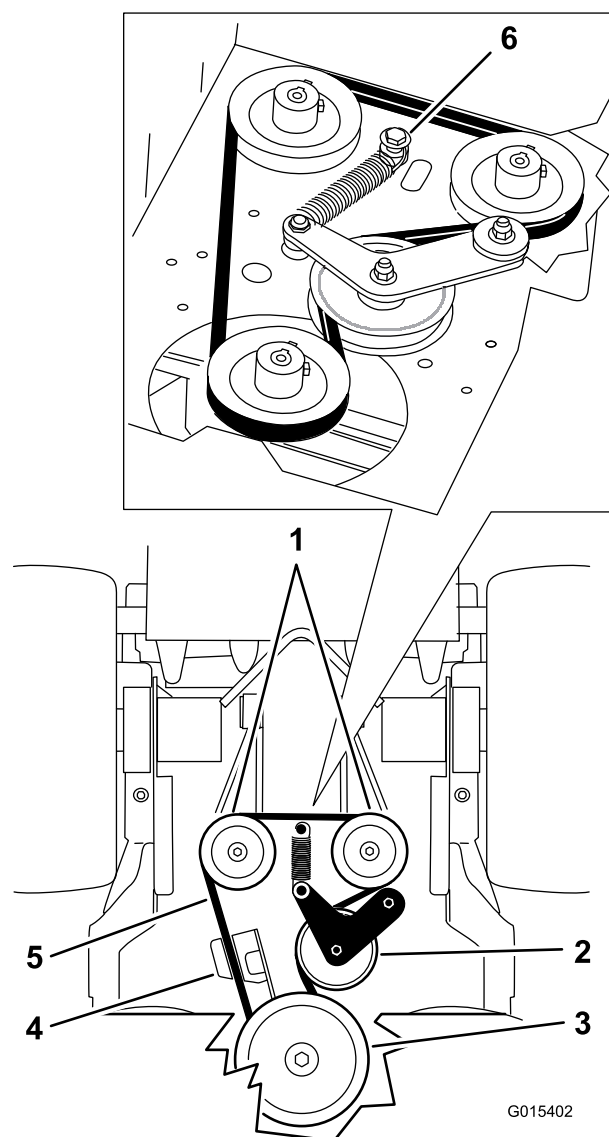

Figure 74
- Retirez le boulon à épaulement, l'écrou et la rondelle du plancher moteur fixés au ressort (Figure 74).
- Déposez la courroie d'entraînement de la pompe (Figure 74).
- Placez le ressort sur le boulon à épaulement et la rondelle, et fixez-le au plancher moteur avec l'écrou (Figure 74).